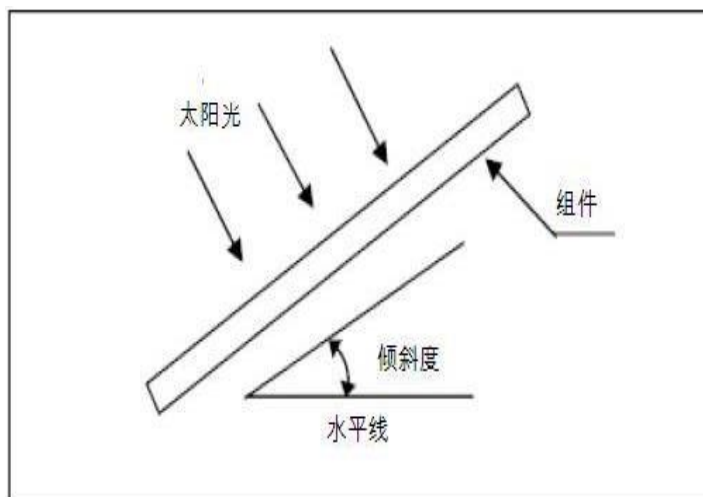

图 1：安装倾斜度图
- 2) 亚玛顿双玻组件在与阳光垂直时可达到最大力生成效率。组件的倾斜角度应根据太阳能组件和地面之间的情况测量确定。光伏组件的最佳倾斜角度在大多数情况下与安装位置的纬度相同。解释见图 1